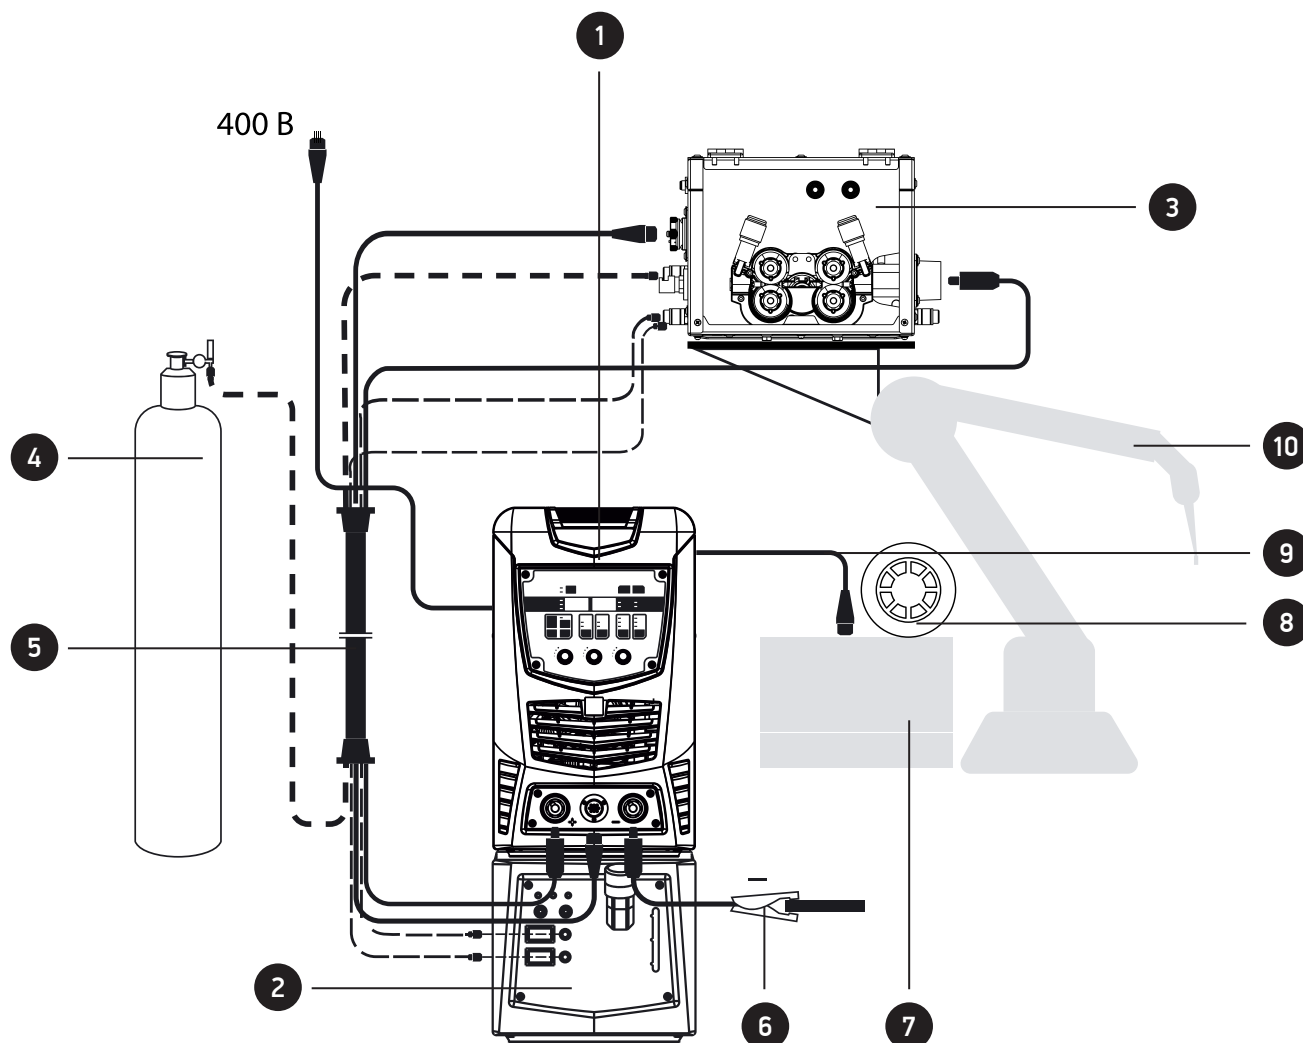

Рис. 5.4 Схема подключения составных частей сварочного оборудования
Подключить комплект сварочного оборудования согласно схеме (рис.5.4):
- соединить силовой кабель и кабель управления соединительного кабеля (шланг-пакета) поз.5 (рис.5.4) с разъёмами на передней панели аппарата, силовой кабель к разъёму «+»;
- соединить силовой кабель и кабель управления соединительного кабеля (шланг-пакета) поз.5 (рис.5.4) с разъёмами на задней панели подающего механизма МПР МХ;
- соединить обратный сварочный кабель поз.6 (рис.5.4) к разъёму «-» на источнике питания МС-501 МХ, второй конец - к свариваемой детали или вращателю зажимом достаточной мощности;
- соединить кабель удаленного управления (ethernet) поз.9 (рис.5.4) с разъемом RJ45 поз.12 (рис.2.1) на источнике питания МС-501 МХ, а второй конец - к блоку управления робота.
- соединить шланги подачи охлаждающей жидкости соединительного шланг-пакета поз.5 (рис.5.4) с разъёмами на БВО;